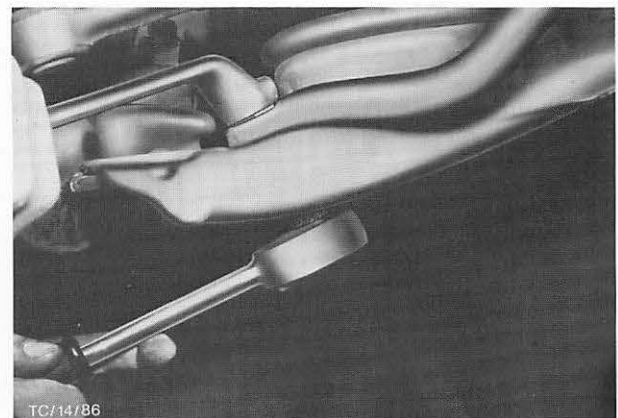

Abb. 48 Zugstrebe am unteren Querlenker montieren
9. Zugstrebe am unteren Querlenker anbringen und Muttern mit vorgeschriebenem Drehmoment festziehen. Abb. 48.